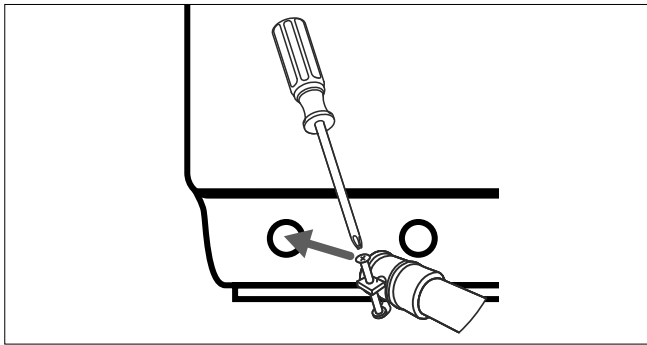

Abb. 7 – Wasserablauf-Anschluss
Stecken Sie den Wasserabflussschlauch mit dem Anschluss für den Wasserablauf (26) auf der Geräterückseite und befestigen Sie ihn mit einer Schelle (siehe Abb. 7).